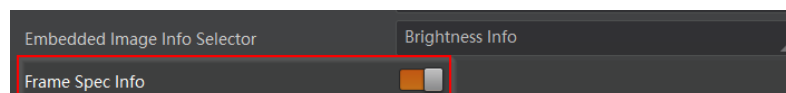

图8-3 启用 *Frame Spec Info* 参数
2. 启用 *Frame Spec Info* 参数，即可嵌入相应信息，如 图8-3 所示。